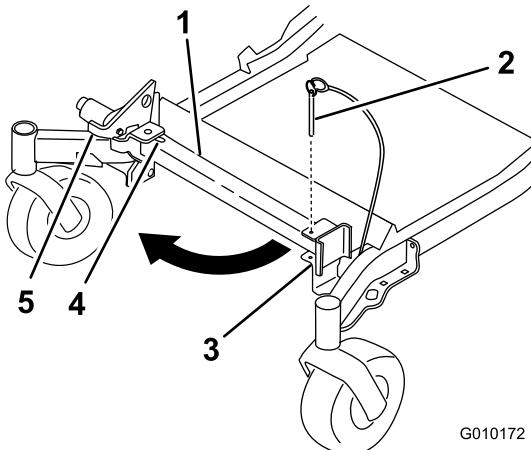

Figura 40
2. Togliete il perno dalla staffa (Figura 40).
5. Riportate il supporto in posizione di riposo (Figura 40).